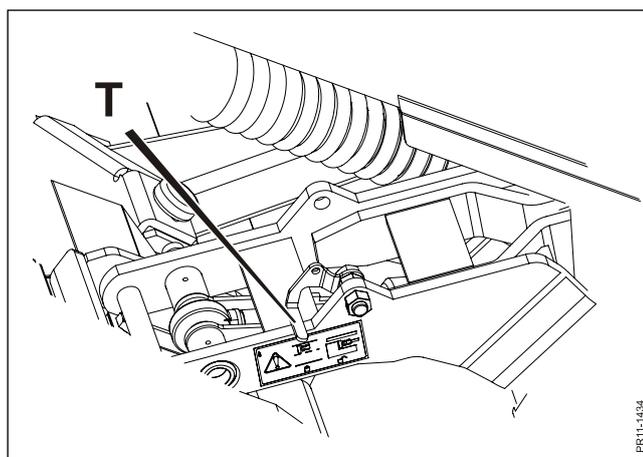

Fig. 2-11
**Fig. 2-11** Vor dem Transport die Transportverriegelung **T** zu der Position kippen, in der die Sperrfeder stramm ist. Wird dies getan wenn das Schneidwerk nicht ganz oben ist, wird die Transportverriegelung in Eingriff gehen, wenn das Schneidwerk zum ersten Mal gehoben wird.
**WICHTIG:** Die Verriegelung muss immer während des Transportes der Maschine in der Position wie auf Fig. 2-11 sein.